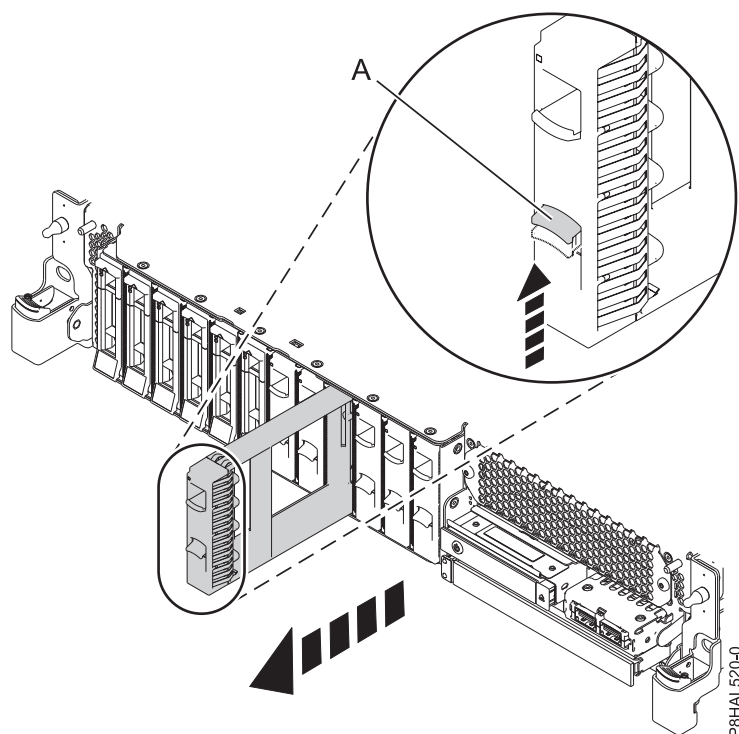

Figura 3. Extracció d'un panell de reblliment d'una unitat de disc d'un sistema de funció bàsica
- a. Empenyeu la peça de bloqueig (A) de la nansa del panell de reblliment en la direcció que es mostra a la Figura 3.